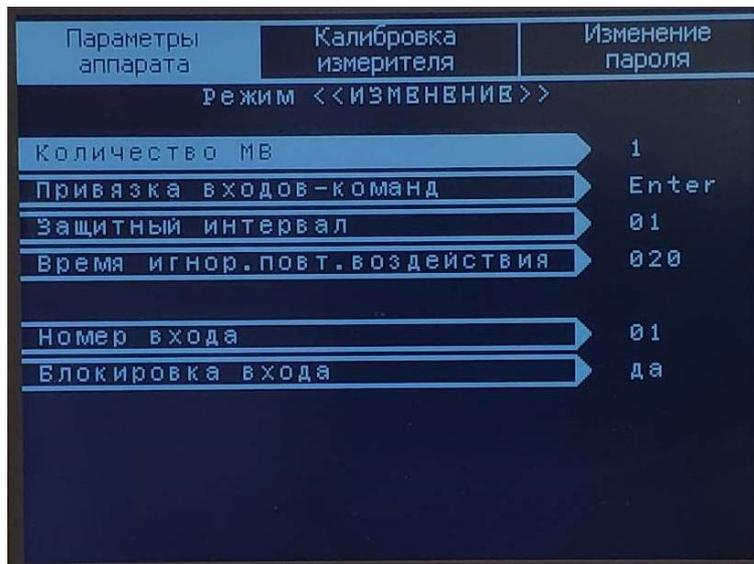

Рисунок 9 – Подраздел «Конфигурация МВ»
**2.1.2. «Конфигурация МВ»** - подраздел настроек модулей дискретных входов (см. рисунок 9).